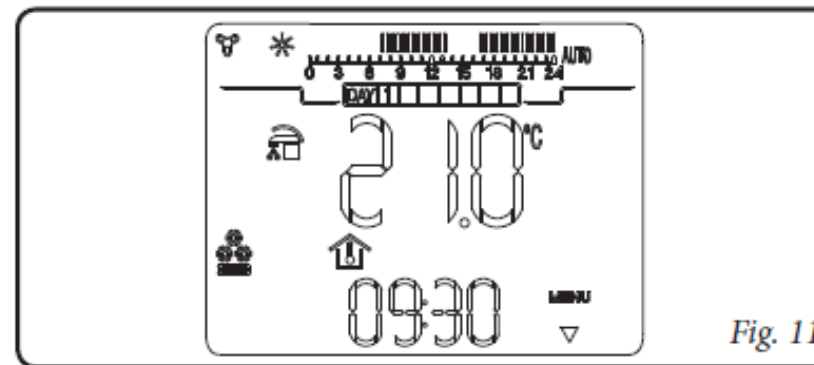

Fig. 11
- **Режим охлаждения воздуха** (☼). В режиме охлаждения котел может работать для производства горячей санитарной воды совместно с чиллером (только в определенных моделях) для охлаждения воздуха в помещениях. В режиме охлаждения пульт управления CARV2 может работать в ручном или автоматическом режиме. Описание работы приводится в главе 7. На дисплее отображается день недели и текущее время, температура помещения и временная шкала с суточным программированием таймера охлаждения вместе с соответствующими символами (рис. 11).